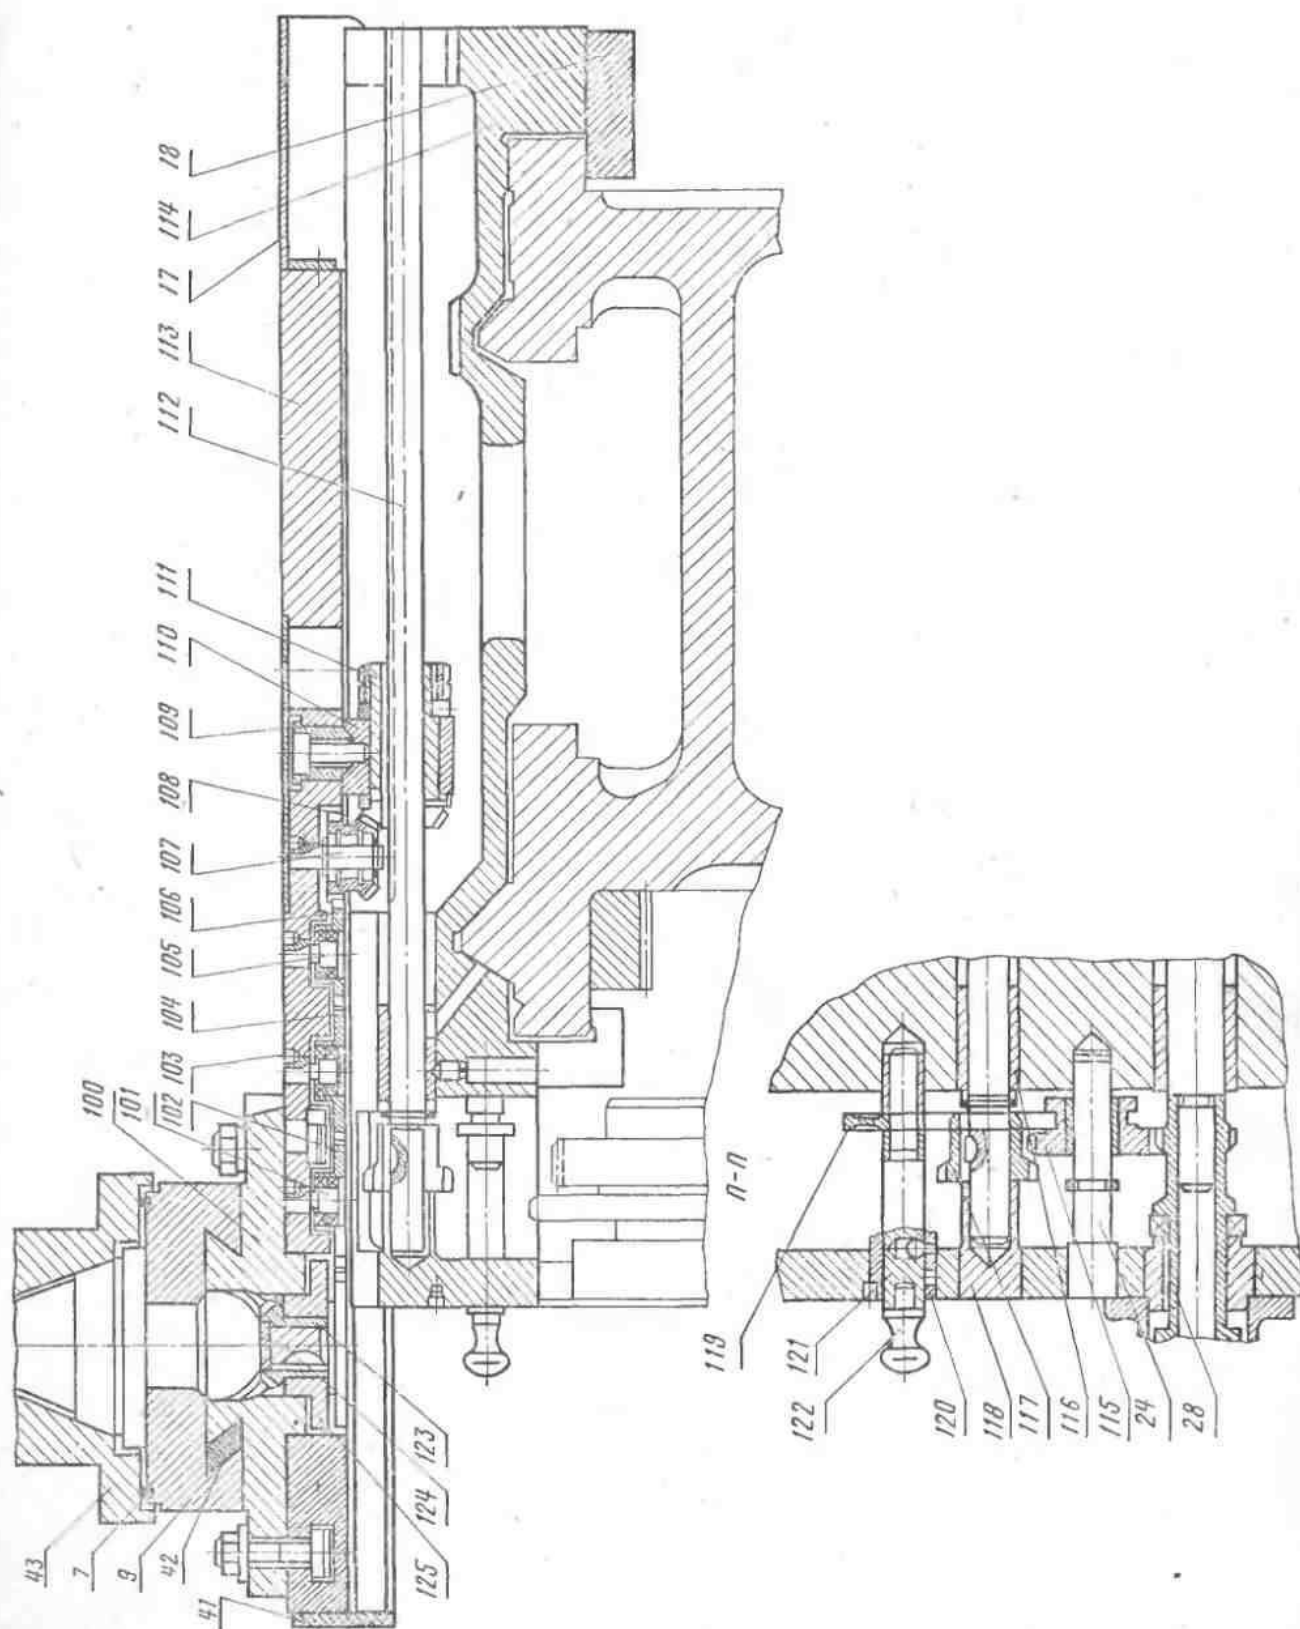

Рис. 29. Суппорт с механическим приводом резиновых салазок
13.5.7. Станок модели 16К20П комплектуется суппортом с механическим приводом резцовых салазок (рис. 29, 30), который также по особому заказу может быть поставлен со станком модели 16К20. Включение механического перемещения резцовых салазок 9 осуществляется вытягиванием на себя кнопки 122 при зажатой рукоятке 129. Величина подачи резцовых салазок равна  $1/4$  величины продольной подачи суппорта.